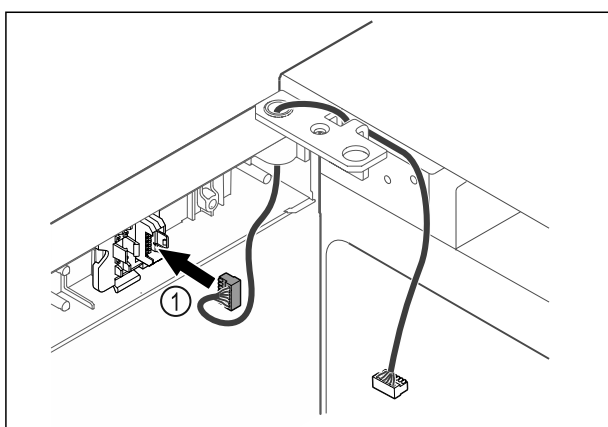

Fig. 46
- Insérer le connecteur Fig. 46 (1) dans le support.